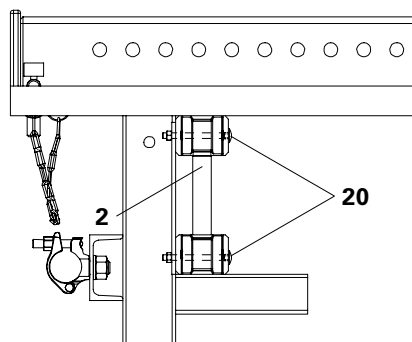

Fig. A1.09
Vite a testa esagonale per legno DIN 571 8 x 80 (86), oppure, in caso di travi doppie M8 x 180 MU (85). (Fig. A1.09 – A1.12)